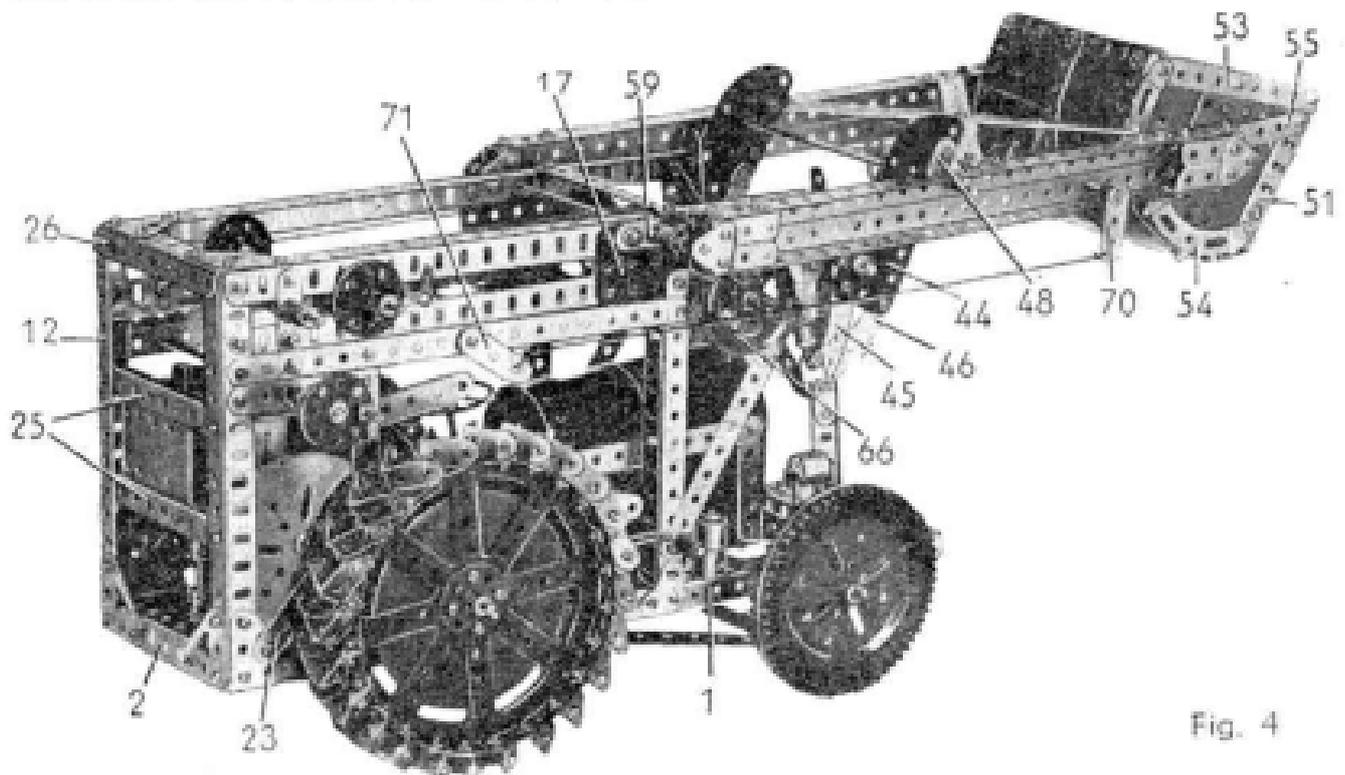

Fig. 4
Les bras sont articulés sur le bâti par une tringle de 20 cm qui traverse des bras de manivelle doubles (59) boulonnés sur les plaques (17) (fig. 4). La tringle passe dans les petits goussets d'assemblage qui terminent les cornières (41) et (42).
Un bras de manivelle (70) est monté à l'extrémité de la tringle (68) et il est relié par une corde à une bande de 3 trous (71) (fig. 4). La bande (71) est articulée sur une des bandes (19) à l'aide de contre-écrou. Elle permet de débloquer la benne.
Prenons la benne non bloquée à sa position basse (fig. 1). Un très léger recul de l'appareil la bloquera automatiquement. La machine avançant ensuite la pelle se remplira et il n'y aura qu'à la remonter jusqu'à l'horizontale (fig. 4).